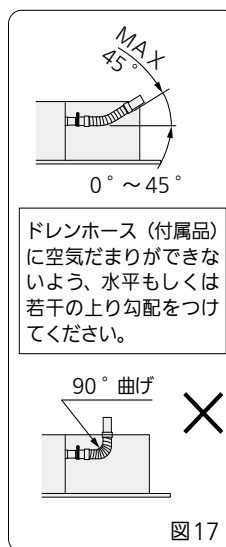

図 17
- 付属のドレンホースは90°曲げで使用しないでください。(最大 45°) (図 17)